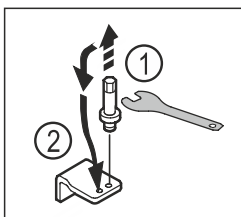

Fig. 22
- ▶ Lironi bulonat e bazamentit mbështetës të poshtëm me çelësin e jashtëm kriket SW5. Fig. 22 (1)
- ▶ Vendosni bulonat në anën e kundërt. Fig. 22 (2)